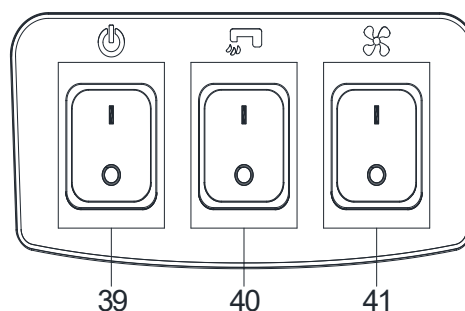
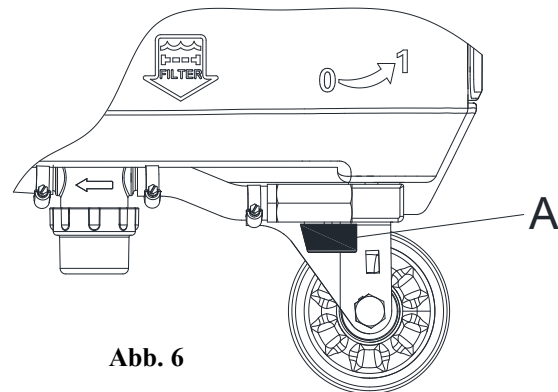

Abb. 2
Abb. 6
**BEDIENFELD (wie in Abbildung 2 dargestellt)**
1. Den Netzschalter (39, Abbildung 2) ausschalten.
5. Drücken Sie die den Startschalter (39, Abbildung 2).
Die Wasserdurchflussmenge kann durch den Griff des Kugelhahns (A, Abbildung 6) in Abhängigkeit der für die Scheueranwendung erforderlichen Wassermenge eingestellt werden.
Die Einstellung des Griffs des Kugelhahns (A, Abbildung 6) darf nur dann erfolgen, wenn sich der Netzschalter (39, Abbildung 2) in der „OFF“-Stellung befindet.